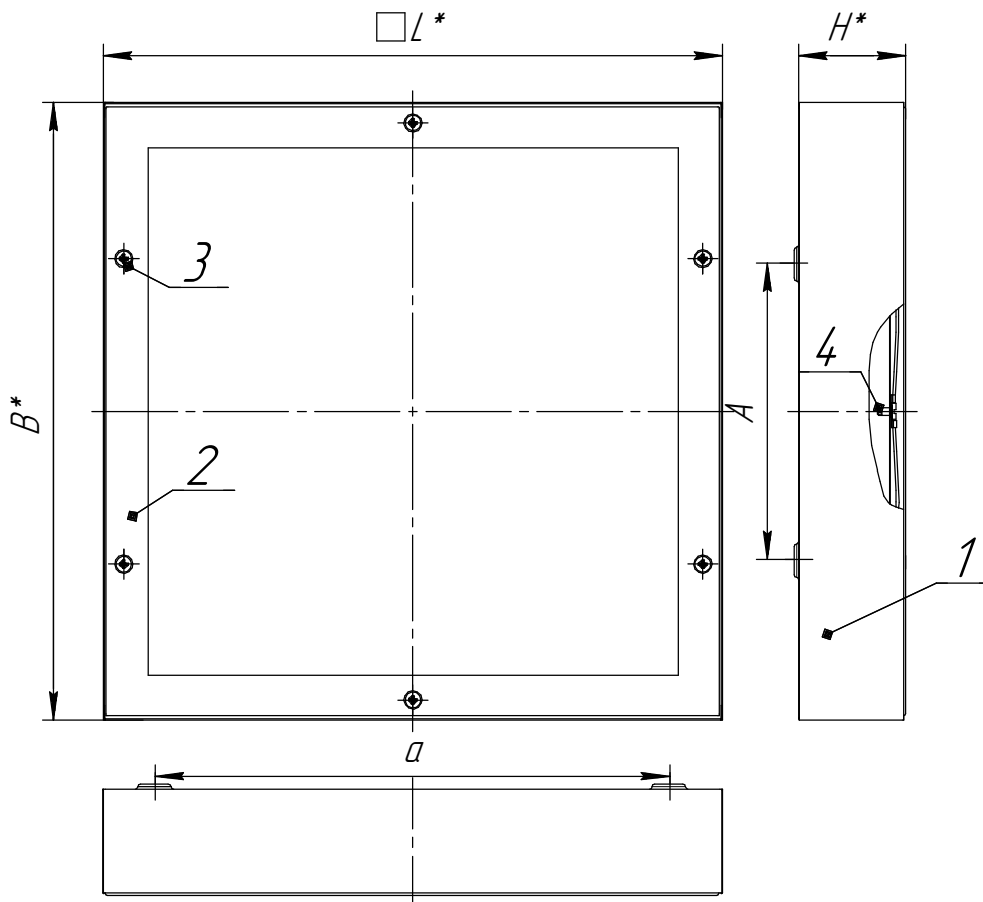

Рисунок 1: 1. Корпус в сборе, 2. Обечайка в сборе. 3. Винт 4. Винт
4.1 Светильник состоит: из корпуса в сборе поз.1, в котором размещена электрическая схема; обечайки в сборе поз.2 которая закреплена на корпусе в сборе при помощи винтов поз.3 рисунок 1.
6.2. Снимите обечайку в сборе поз.2 рисунок 1 предварительно открутив 6 винтов поз.3. Обечайка в сборе повиснет на 2-х оконцевателях закрепленных на корпусе в сборе при помощи винта поз.4.
6.7. Установите обечайку в сборе поз.2 рисунок 1 на корпус в сборе поз.1, закрутив 6 винтов при помощи отвертки поз.3.